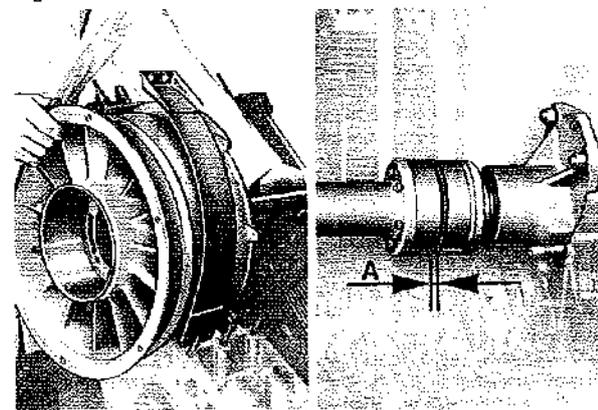

Fig. 66
- Montare ventilatore completo d'albero (Fig. 66) sul motore avendo cura di cospargere grasso nella flangia e d'interporre il giunto in gomma.